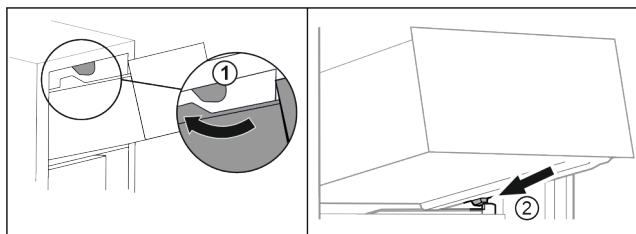

Fig. 61
- ▶ Umetnite ladicu oko gornjih zaustavljača. Fig. 61 (1)
- ▶ Stavite ladicu ukoso iza donjih zaustavljača na žlijeb spremnika. Fig. 61 (2)